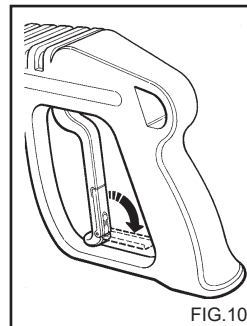

FIG. 10
- Quando a hidrolimpadora não está sendo utilizada, deve-se fechar o dispositivo de segurança do punho. (fig.10)